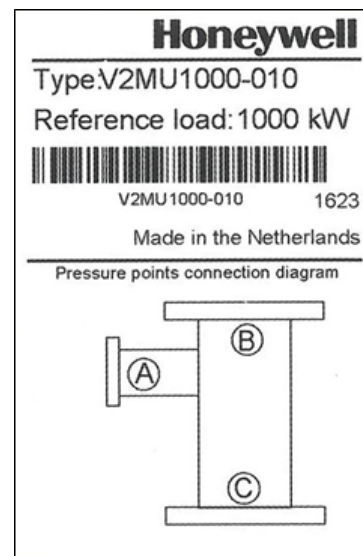

Abb. 1. Druckaufnahmeanschluss-Anschlüsse auf Aufkleber.
- 8. Erstellen Sie die Rohrverbindungen zwischen der Mischeinheit und dem Gasventil der SV2-Serie. Verbinden Sie „A“ mit „A“, „B“ mit „B“ und „C“ mit „C“. Siehe Abbildung 1.